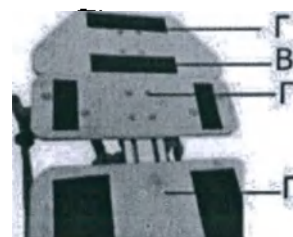

Рис.66
2) Регулировка положения модулей (рис.66)